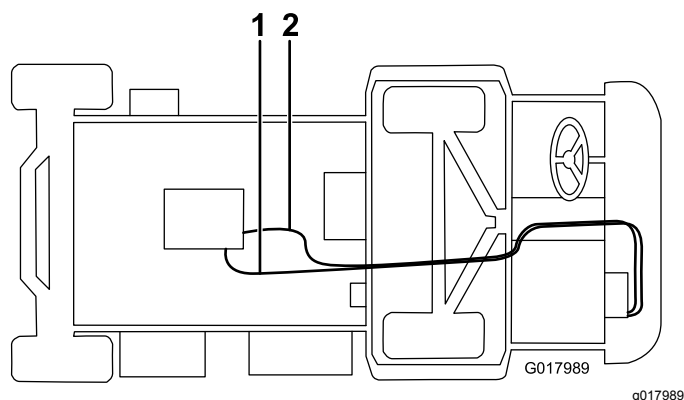

Bild 18
5. Schließen Sie den langen Schlauch mit einer Schlauchklemme am Heizungsventil an und verlegen Sie ihn unter der Maschine, über die Achse zum geraden Anschlussstück (Bild 18). Schneiden Sie überschüssigen Schlauch ab.
6. Schließen Sie den kurzen Schlauch mit einer Schlauchklemme am weißen Füll-T-Anschlussstück an, verlegen Sie ihn durch die R-Klemme zur Heizungshalterung, und schließen Sie dann das T-Anschlussstück mit einer Schlauchklemme am unteren Kühlerschlauch an (**Bild 18**). Schneiden Sie überschüssigen Schlauch ab.